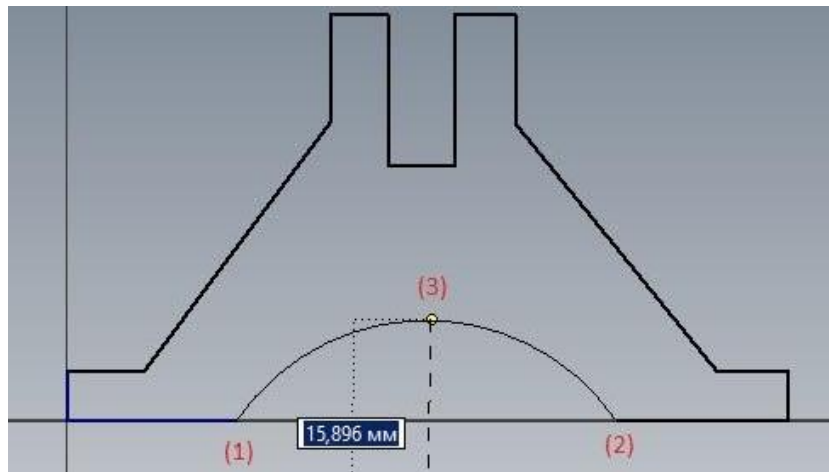

Рис. 7. Построение дуги по трем точкам
Создадим эскиз, как показано на рисунке. Сначала, при помощи инструмента «Отрезок» и «Дуга по трем точкам» изобразим внешний контур детали. Для создания дуги выбираем соответствующий инструмент, нажимаем ЛКМ в точке (1) и (2) для установки концов дуги, затем, переместив указатель мыши немного вверх, нажимаем ЛКМ в точке (3) для задания кривизны дуги (см. рис. 7).